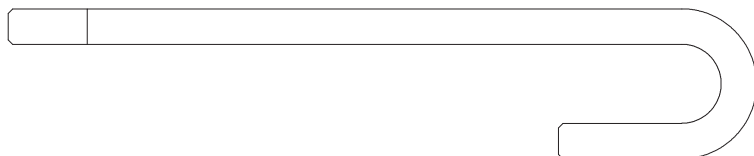

Рис.18 Механическая кочерга
- Так же в комплекте горелки используется съемный, механизм автоматической механической чистки горелки – механическая кочерга (**Рис.18**). Механическая кочерга предназначена для работы комплекта горелки с интервалом технического обслуживания от 24 до 72 часов.